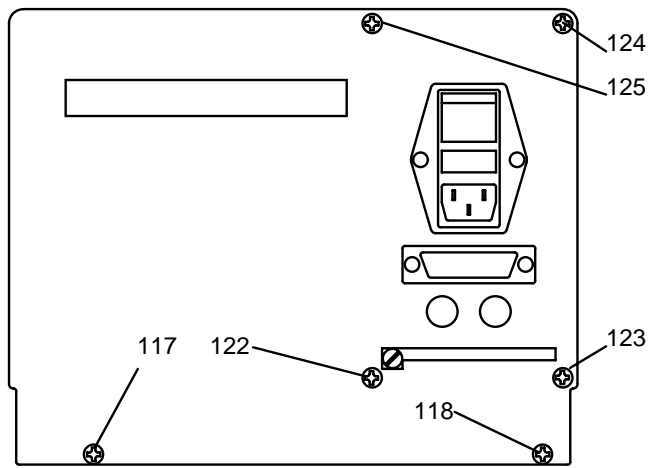

FIGURE 18
- rimuovere le 2 viti dal pannello posteriore (fig.18,#117,118)
- rimuovere le 4 viti del pannello posteriore (fig.18,#122,123,124,125)